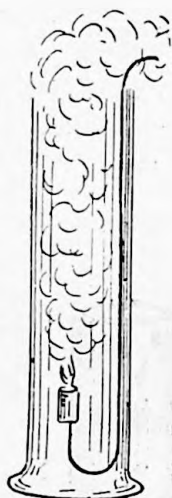

Fig. 52.
**Experiență.** În cel de al patrulea cilindru cu clor, introducem noi o lumânare care arde. Lumânarea va arde mai departe, însă tot ca terbentina cu fum mult negru. (Fig. 52).